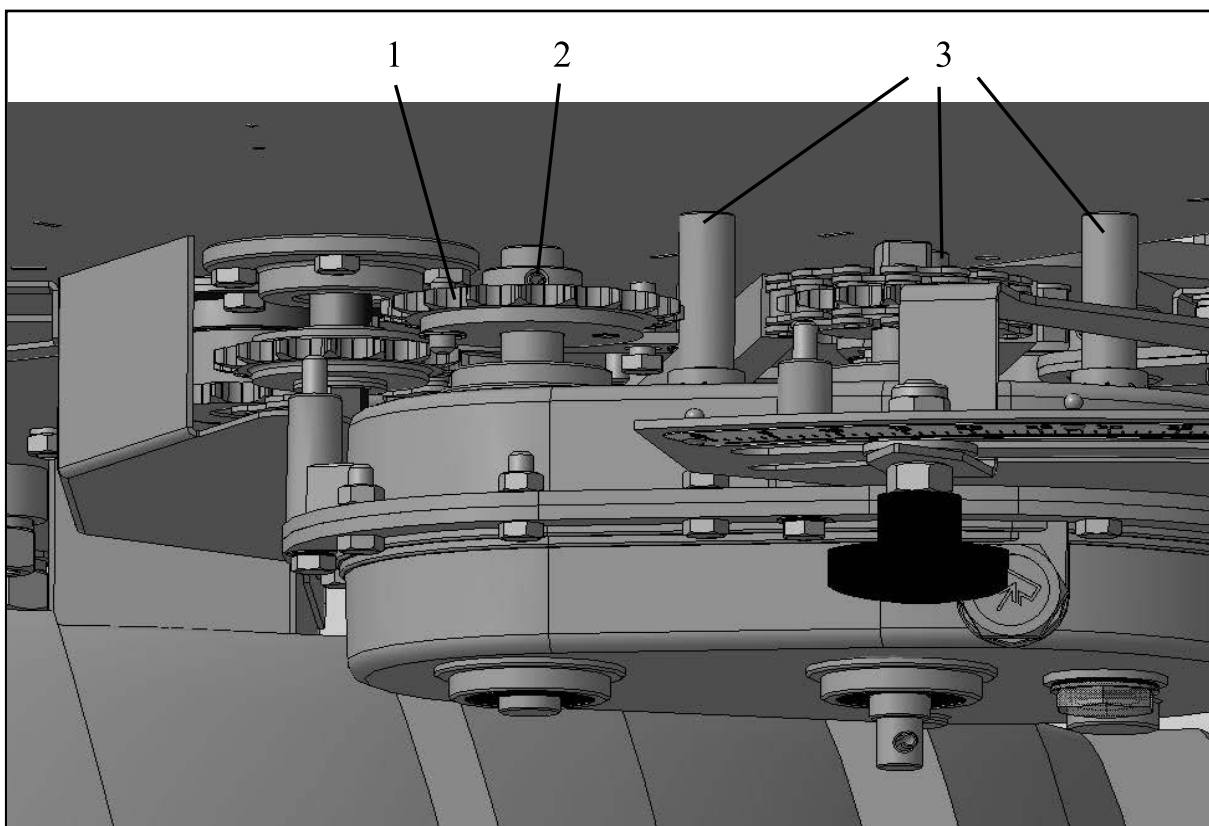

Рисунок 16.2
- 2) Снять цепь со звёздочки предохранительной муфты 1 (рис. 16.2).
- 3) Извлечь штифт (6x30) 2 (рис. 16.2), соединяющий предохранительную муфту с валом вариатора.